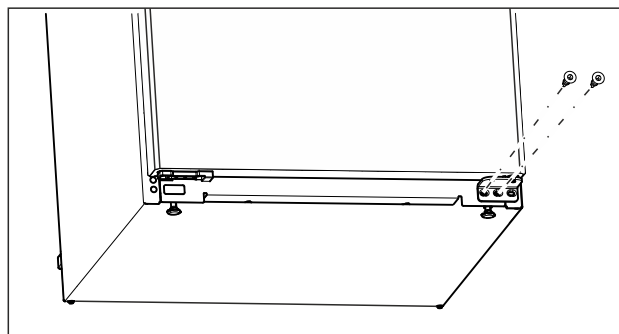

Fig. 14
- ▶ Выверните на нижнем опорном кронштейне центральный винт при помощи отвертки Torx 20. (см. Fig. 14)
- ▶ Выверните на нижнем опорном кронштейне внутренний винт при помощи отвертки Torx 20. (см. Fig. 14)